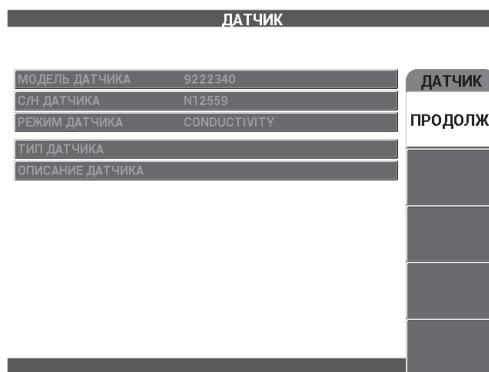

Рис. 5-48 Доступ к функции проводимости
1. Подключите кабель преобразователя к разъему PROBE дефектоскопа NORTEC 600 для доступа к функции проводимости (см. Рис. 5-48 на стр. 171).